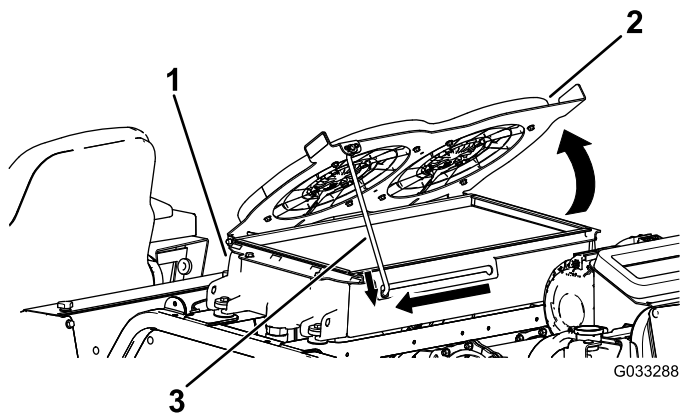

**Figura 89**
4. Ruotate le ventole di raffreddamento idraulico verso il basso e bloccate l'asta di sostegno nella tacca (Figura 89).